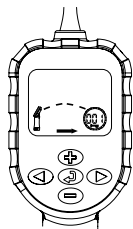

Figura 1
WVP y el icono de la unidad de control con tres dígitos (000) (Véase figura 1).